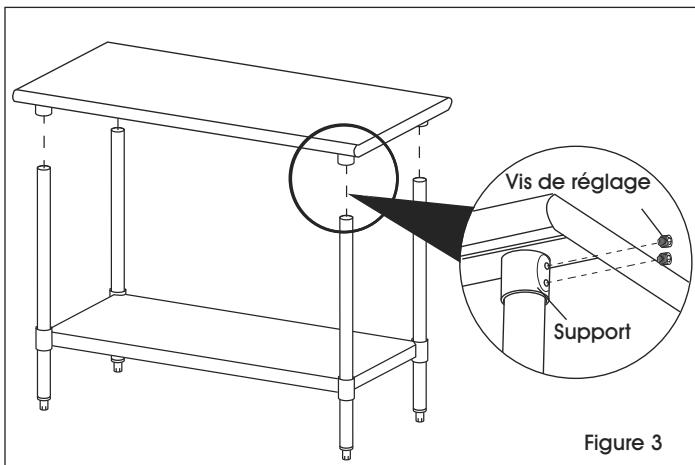

Figure 3
- Placez la table à la verticale et installez la surface de table sur les pieds tout en les insérant dans les supports de la surface. À l'aide de la clé Allen de 5/32 po, serrez les vis se trouvant sur chaque support. (Voir Figure 3)